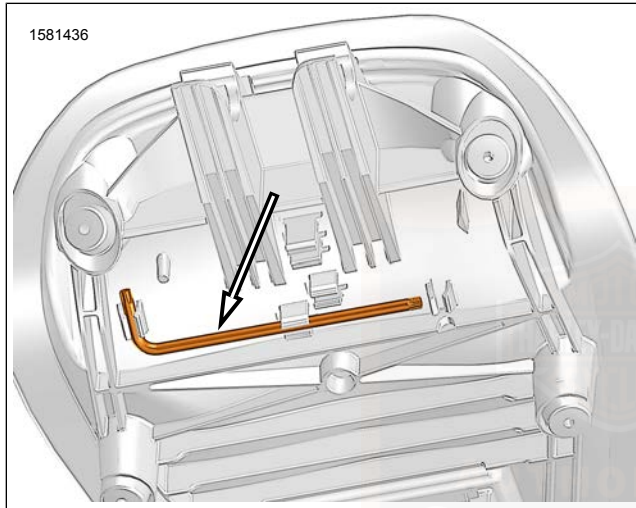

Abbildung 92. Scheinwerfer-Einstellwerkzeug (falls vorhanden)
Siehe Abbildung 92. Einige Modelle sind mit einem Scheinwerfereinstellwerkzeug ausgestattet.
- a. Die Cockpit-Verkleidung nach vorne ziehen, um die Zapfen (2) zu lösen.
3. Siehe Abbildung 92. **Falls vorhanden:** Das Scheinwerfereinstellwerkzeug von der Unterseite des Sitzes entfernen.